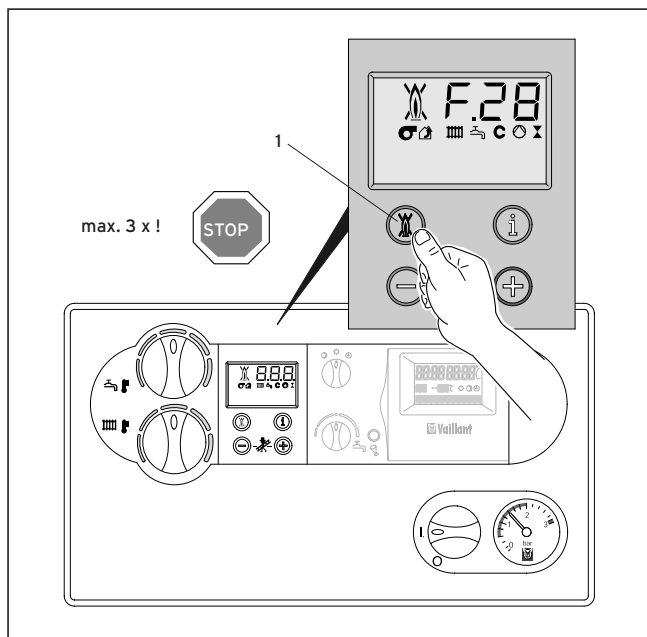

Fig. 3.13: Correção de anomalias
- Neste caso, pressione o botão de rearme da caldeira (1) e mantenha-o premido durante cerca de 1 segundo (fig. 3.13).